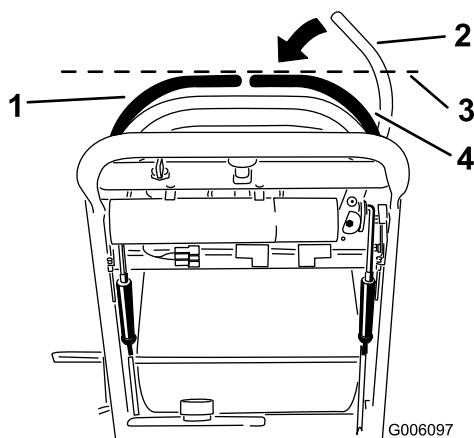

Figure 54
3. Abaissez le levier de commande de déplacement droit pour quitter la position de verrouillage au point mort (Figure 54).
4. Vérifiez s'il s'aligne horizontalement avec le levier de commande de déplacement gauche (Figure 54).